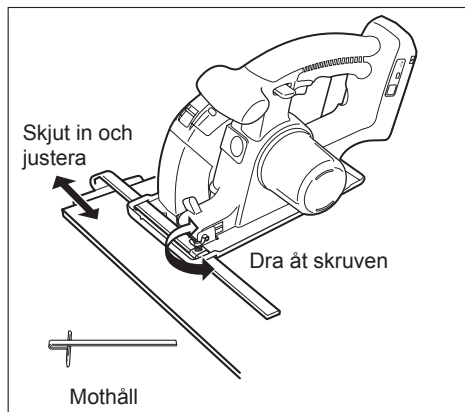

Bild 10
- Skjut in mothållet och ställ in skärbredden (se bild 10).